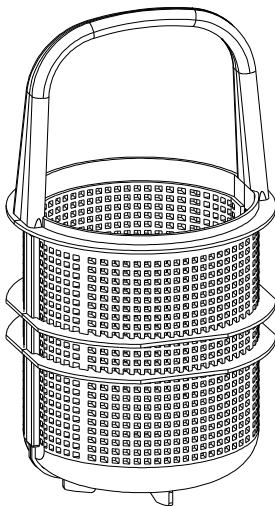

Abb. H-1: Haar- und
6. Um die Reinigung zu erleichtern, kann der Haar- und Faserfänger zur Hälfte geöffnet werden (siehe Abb. H-1).